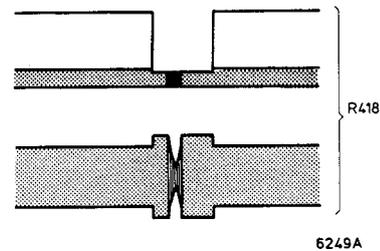

Fig. 15
- Justiere R418 derart, dass maximale Interferenz im Signal am Y-B-Kanal während des vertikal-Synchronimpulses entsteht (Siehe Abb. 15).